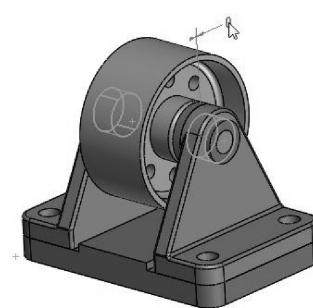

图 5-61 放置测量尺寸
- 在图形区域中单击以放置尺寸 (在两个镗孔之间沿 Z 轴应用长度为零的尺寸)，如图 5-61 所示。